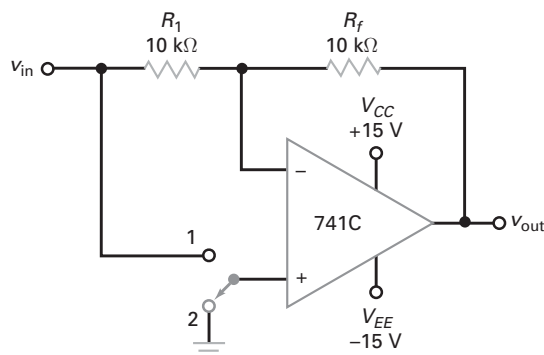

Figura 16-38
- 16-25** Qual o ganho de tensão em malha fechada e a largura de banda para cada posição da chave na Figura 16-38?
- 16-26** Se o resistor de entrada na Figura 16-38 abrir, qual o ganho de tensão em malha fechada para cada posição da chave?
- 16-27** Se o resistor de realimentação abrir na Figura 16-38, qual a tensão de saída mais provável?